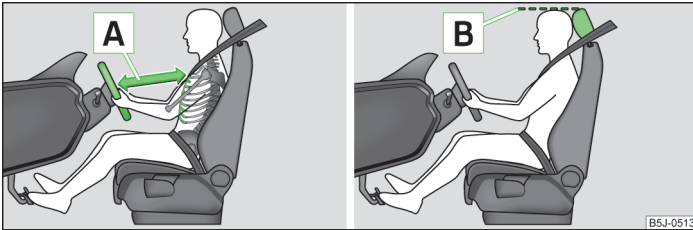

Fig. 106 Bonne distance du conducteur par rapport au volant/bon réglage de l'appui-tête
- Ajustez le volant de façon à ce que la distance entre le volant et le buste soit de 25 cm au moins [A] » fig. 106.
- Réglez l'appui-tête de façon à ce que le bord supérieur de l'appui-tête se trouve au moins à la hauteur de la partie supérieure de votre tête [B] » fig. 106 à la page 130 » page 130.
- Réglez l'appui-tête de façon à ce que le bord supérieur de l'appui-tête se trouve au moins à la hauteur de la partie supérieure de la tête  » fig. 106 à la page 130 » page 130.